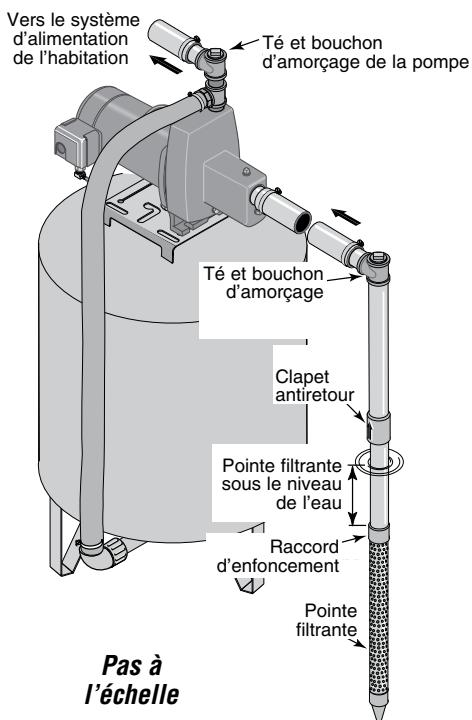

Figure 1 : Branchement sur une pointe filtrante
## BRANCHEMENT SUR UNE POINTE FILTRANTE (FIGURE 1)
3. Utiliser le moins possible de raccords (en particulier de coudes) pour brancher le tuyau de la pointe filtrante sur l'orifice d'aspiration de la pompe. Le diamètre du tuyau d'aspiration doit être au moins aussi grand que celui de l'orifice d'aspiration de la pompe (ajouter un clapet antiretour si la pompe n'en comporte pas. (Se reporter à la Figure 1). Supporter le tuyau de façon qu'il ne fléchisse pas et qu'il n'exerce pas de contrainte sur le corps de la pompe. L'incliner aussi légèrement en montant vers la pompe (les points hauts risquent de causer des poches d'air, lesquelles peuvent causer des bouchons d'air dans la pompe). Rendre étanches les joints du tuyau d'aspiration avec du ruban d'étanchéité en PTFE pour filetage. Ils doivent être étanches à l'air et à l'eau. Si le tuyau d'aspiration aspire de l'air, la pompe ne pompera pas l'eau du puits. Si une pointe filtrante ne fournit pas suffisamment d'eau, considérer en brancher deux ou trois sur un même tuyau d'aspiration.